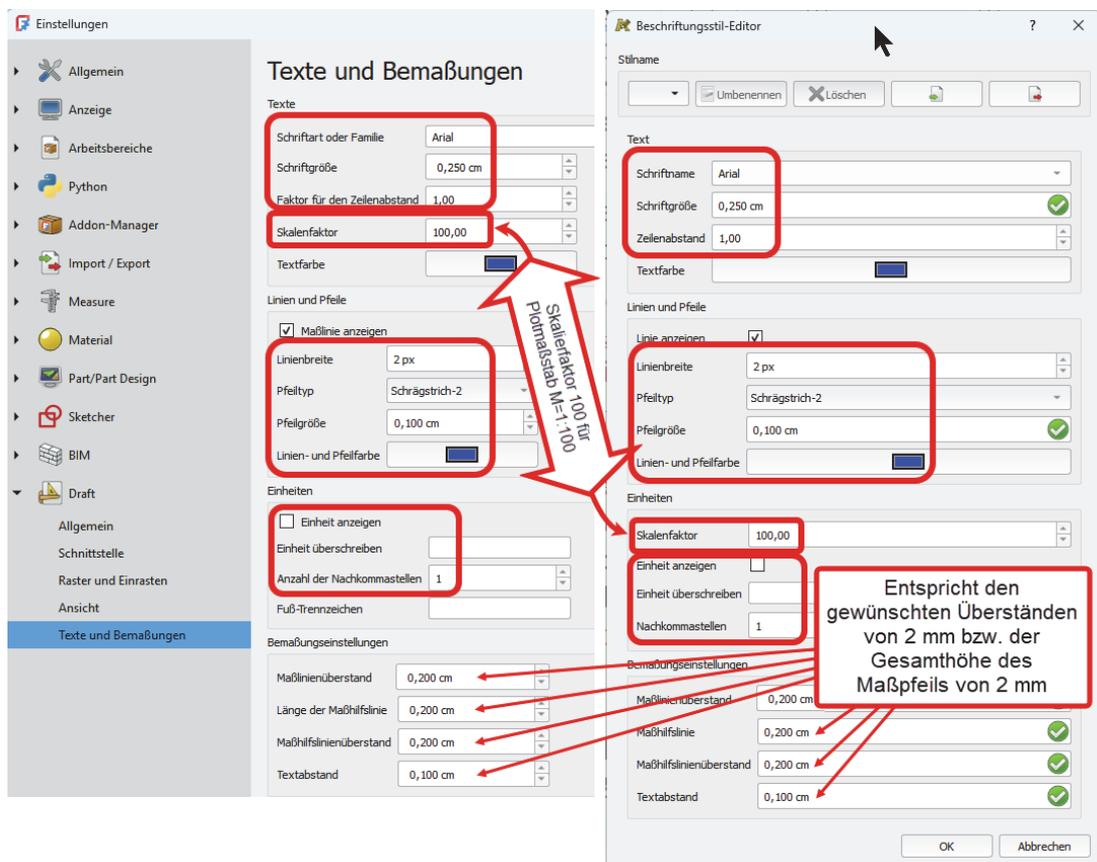

Abb. 3: Einstellungen für Texte und Maße bei Maßstab M=1:100
- nen Sie das unter Menü BEARBEITEN|EINSTELLUNGEN  dort unter DRAFT | TEXTE UND BEMAßUNGEN einstellen (Abbildung 3).